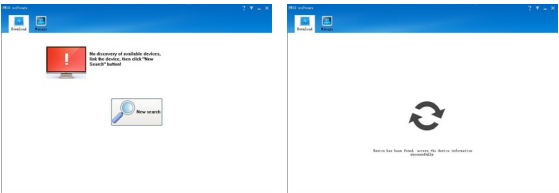

Figura 4.7
- Se il software viene avviato senza che sia collegato alcun dispositivo, verrà visualizzata l'interfaccia mostrata nella Figura 4.7. Accendere il dispositivo, collegarlo alla porta USB e cliccare su "Nuova ricerca" e il software inizierà immediatamente a cercare il dispositivo, come mostrato nella Figura 4.8.